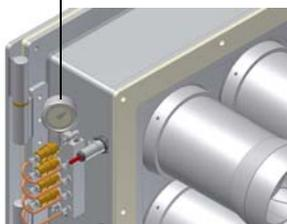
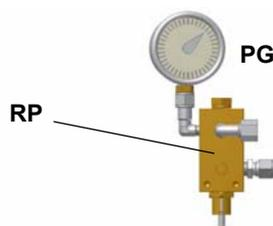

Рис. 23
Рис. 24
- 3 выпустить воздух со штуцера (M) манометра насоса (Рис. 23), расслабив слегка заглушку, но не снимая ее; затем отпустить контактор;
- 5 Только в случае необходимости, отрегулировать давление питания (см. соответствующий параграф) следующим образом: установить манометр в положение, указанное на Рис. 24, воздействовать на регулировочный винт VR насоса (см. Рис. 23) до получения на форсунке давления в 20 бар (форсунки Monarch - см. график на Таб. 1);